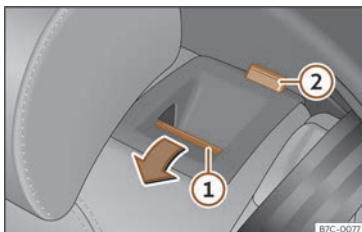

Abb. 99 Rückbank: Rückbanklehne vorklappen.
- Entriegelungstaste >>> (Abb. 99) ① nach vorn drücken und gleichzeitig die Rückenlehne umklappen. Die Rückenlehne ist entriegelt, wenn die rote Markierung des Tasters ② sichtbar ist.